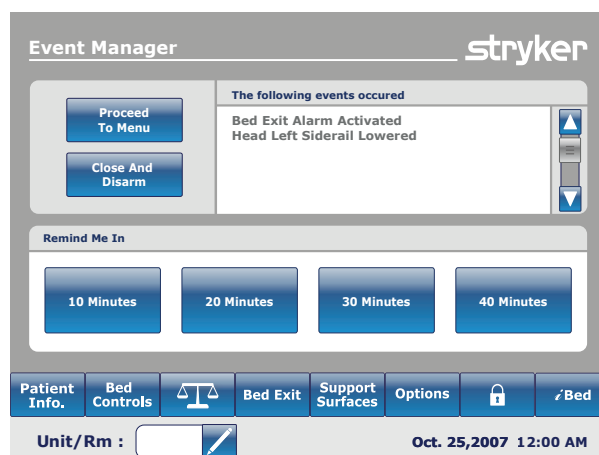

Figure 10.2
- la fenêtre du gestionnaire d'évènements s'ouvre tel qu'illustré à la figure 10.2.